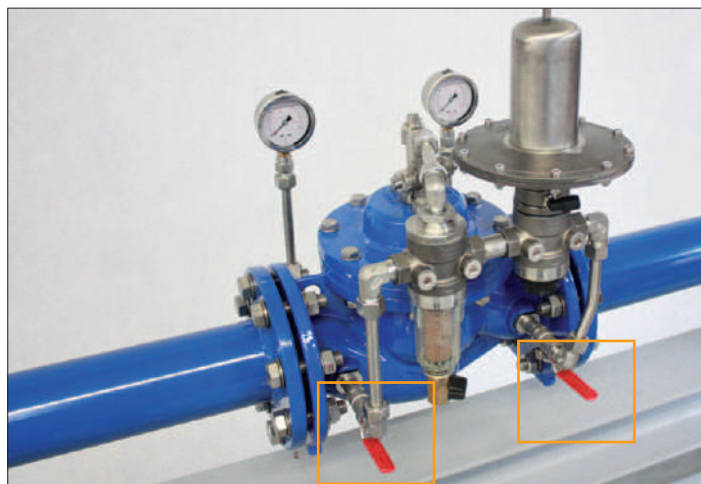

Рис. 31: Шаровые краны открыты - рычаги параллельны трубам контура
3. Открыть все шаровые краны на контуре управления. Шаровые краны открыты, если рычаги расположены параллельно трубам на контуре управления (рис. 31). Шаровой кран на фильтре и продувочный кран должны быть полностью закрыты (проверка не нужна только при автоматической системе вентилирования).